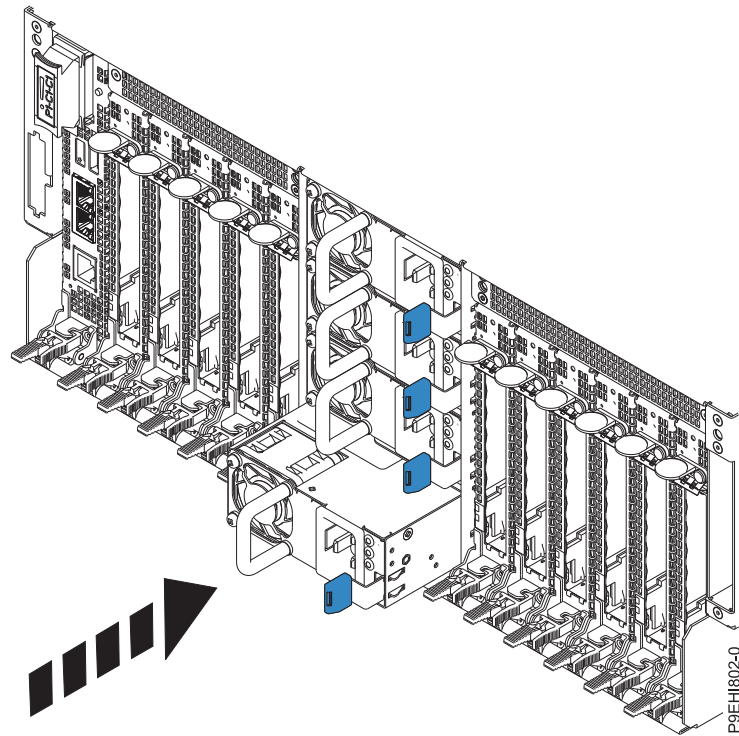

図 22. システムの電源装置の取り替え
3. 25 ページの図 22 に示すように、電源装置をベイに位置合わせし、電源装置をスライドさせて、ラッチが所定の位置にロックされるまでシステムに押し込みます。